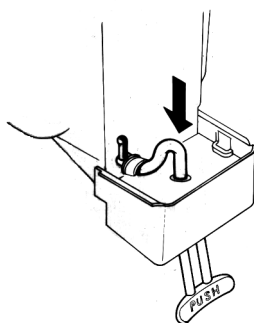

figure 14
- 3 - Enfiler son extrémité antérieure dans le siège vertical du corps du robinet (voir figure 14).